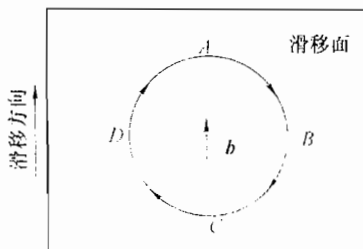

图 36-1 第三题第 5 小题图
5. 有如图 36-1 所示的一个位错环。分析位错环各点上位错的属性, 并综合论述刃型位错和螺型位错的异同点。